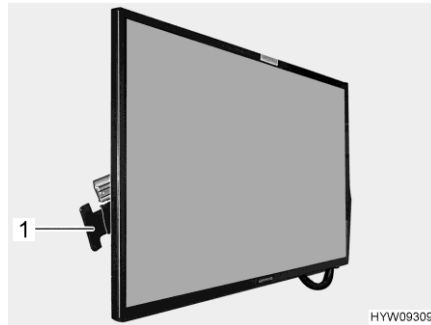

Fig. 96 Ecran plat
- Appuyer sur la poignée (Fig. 96,1) en direction de l'écran plat et la maintenir poussée. L'écran plat est déverrouillé.